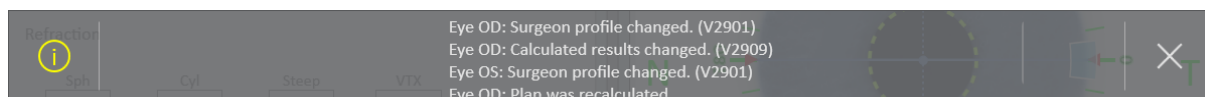

Рис. 45 Сообщения, вызванные изменениями профиля
- Значения в полях *Soon Days* и *Recent Days* определяют количество дней, учитываемое для фильтров времени на экране предварительного просмотра планирования. (рис. 45).